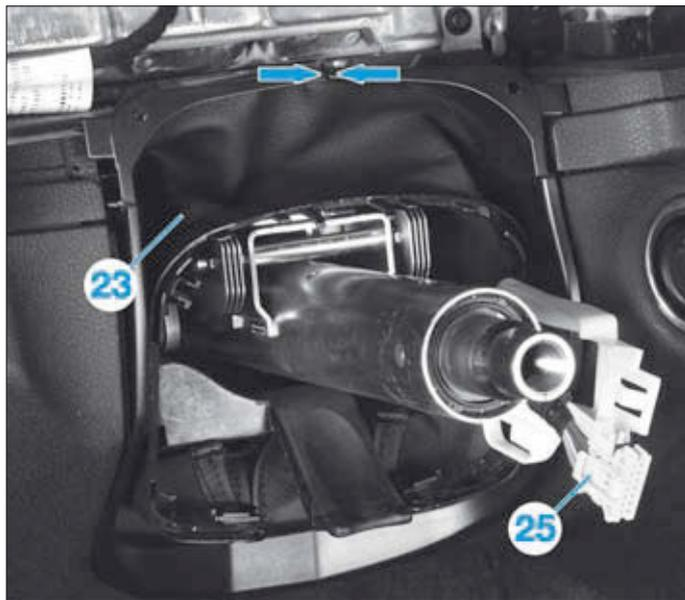

FIG. 29
- Dégrafer le faisceau électrique (25) du soufflet (23) (Fig.29).
- Déposer le soufflet (23) de la colonne de direction en rapprochant les extrémités supérieures du soufflet (flèches).